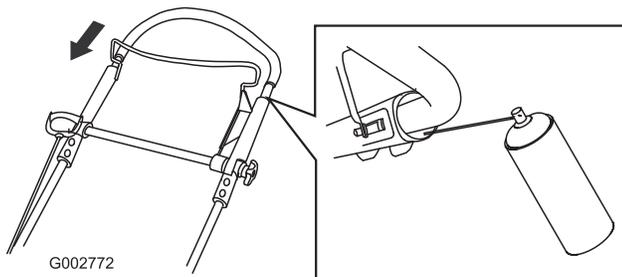

Figura 46
2. Spingete completamente verso il basso la sezione superiore della stegola e spruzzate il prodotto sulla superficie interna di plastica della parte esterna della stegola (Figura 46).